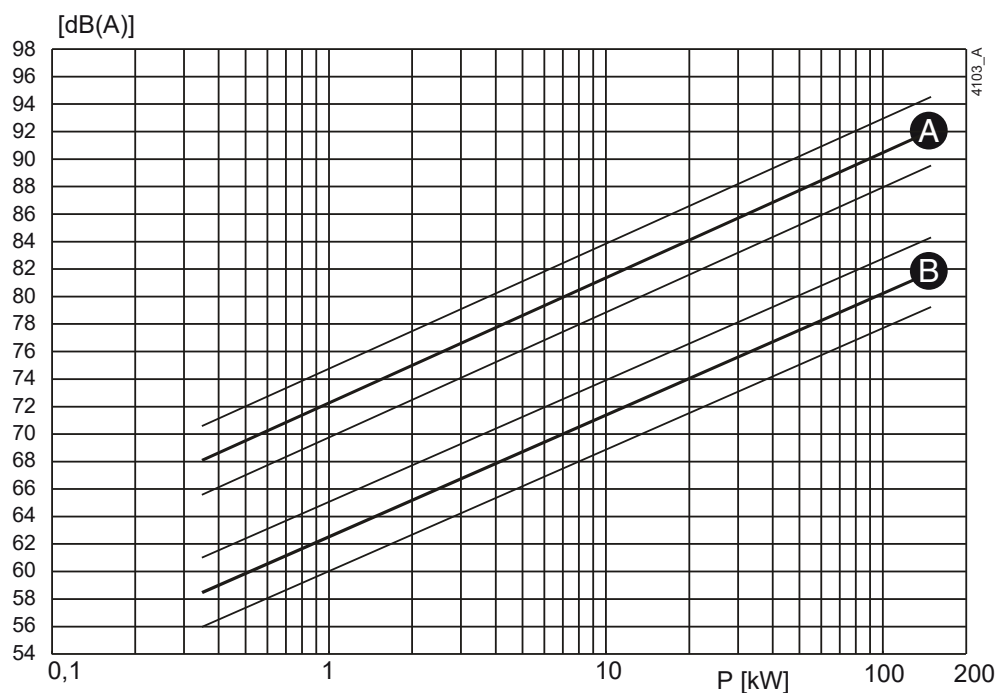
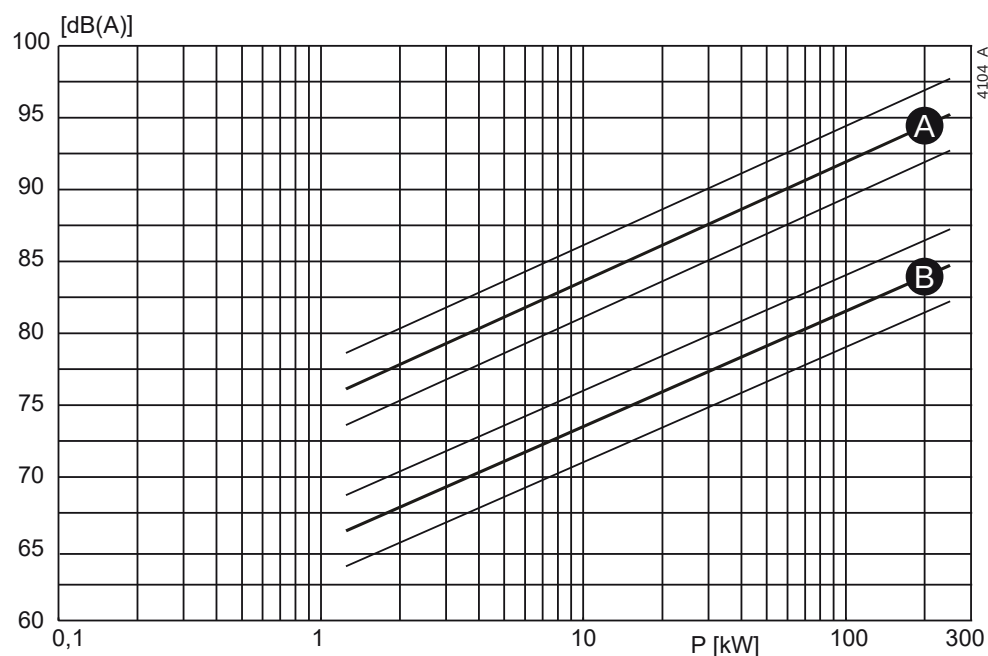

Bild 31: Ljudnivå som funktion av pumpeffekt [kW] vid 1450 min^{-1}
Bild 32: Ljudnivå som funktion av pumpeffekt [kW] vid 2900 min^{-1}
- 1 Bestäm ljudnivå (L_1) för pumpen Bild 31 eller Bild 32.